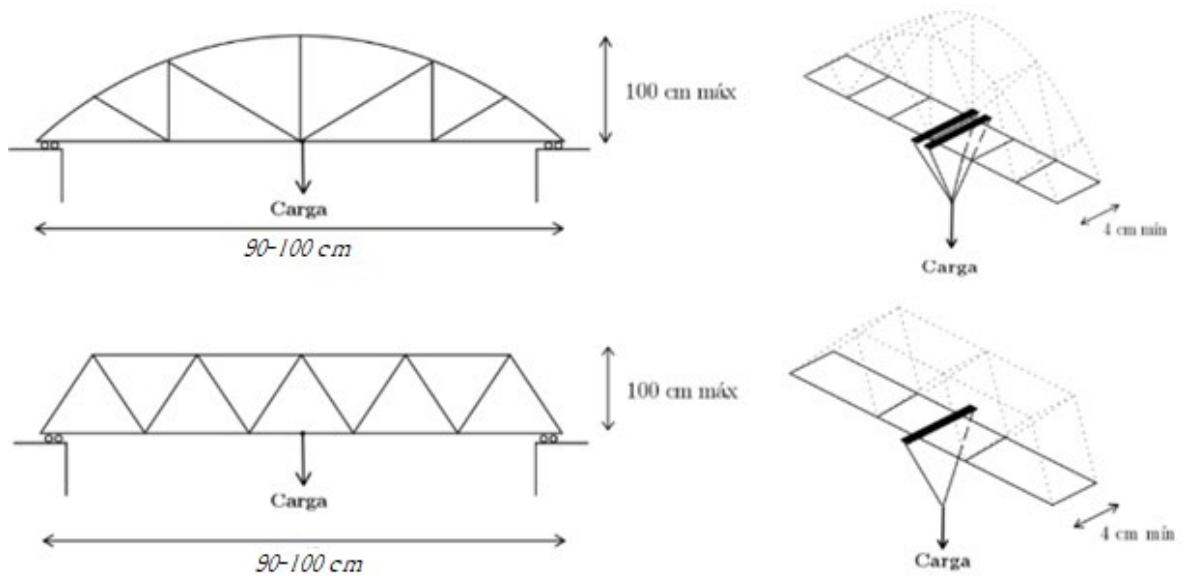

Figura 1. Esquema general de aplicación de carga para los puentes.
9. El ancho mínimo del puente deberá ser de **4 cm**. Tener en cuenta que la estructura será cargada en el centro de la luz por lo cual se solicita no generar ningún tipo de obstrucción que lo impida. El esquema de carga de la estructura se muestra en la **figura 1**. Si el diseño requiere elementos especiales en el centro que no permitan la aplicación de carga tal como se muestra en la figura 1, el grupo de trabajo deberá proporcionar elementos de soporte en el centro de la estructura y no deberá ir adherido a la misma.